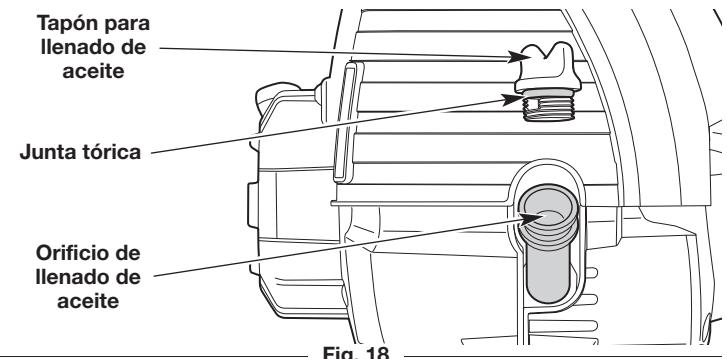

Fig. 18
- Limpie la zona que rodea el tapón de llenado de aceite (Fig. 18) a fin de evitar que ingresen residuos en el orificio de carga de aceite.
NOTA: Compruebe que la junta tórica esté en su lugar en el tapón de llenado de aceite (Fig. 18).
1. Limpie la zona que rodea el tapón de llenado de aceite (Fig. 18) a fin de evitar que ingresen residuos en el orificio de carga de aceite.